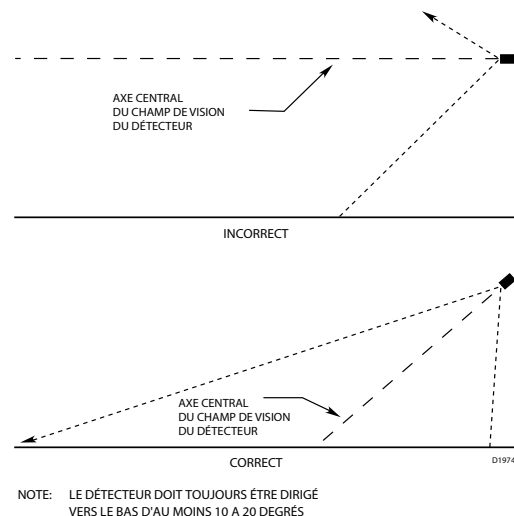

Figure 1 – Orientation du Détecteur par rapport à l'Horizontale
- Le détecteur devra être dirigé vers le bas (10 à 20° au minimum sous l'horizontale) pour permettre à la lentille d'être drainée (voir Figure 1). **Le détecteur devra être positionné de façon à ce que son CdV ne recouvre pas d'autres zones en dehors du risque.** Ceci permettra de minimiser le risque de fausses alarmes provoquées par des activités en dehors de la zone nécessitant une protection.
(Voir la Figure 1 pour l'Orientat  n Correcte du D  tecteur)